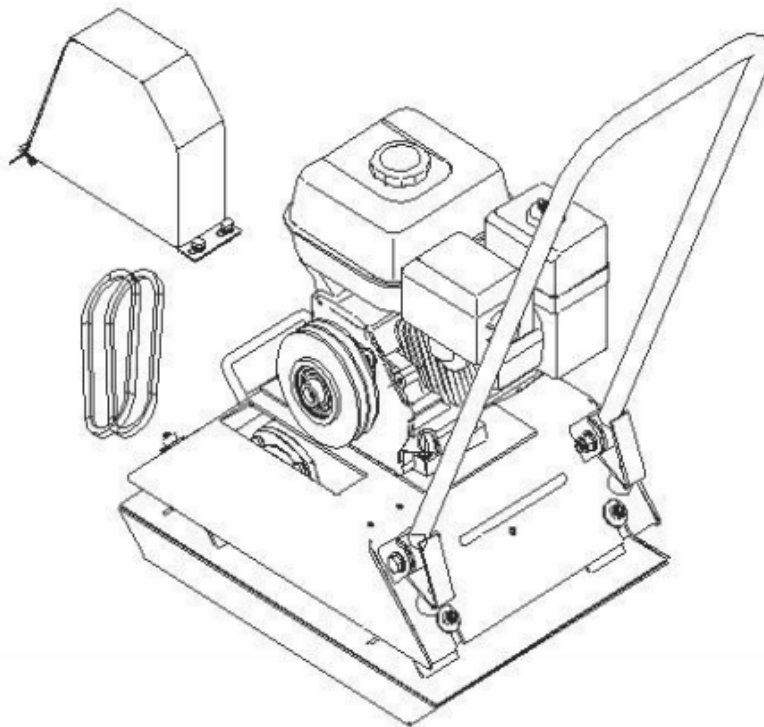

Fig. 2
4.3 Correa de transmisión (Fig.2)